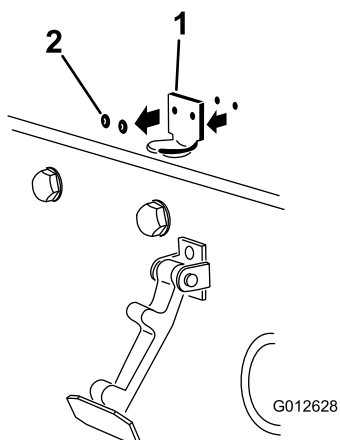

Figure 3
2. Retirez les 2 rivets qui fixent le support du loquet au capot (Figure 3).